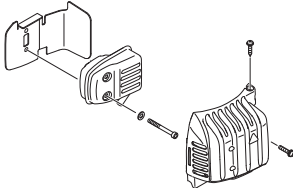

Fig. 17
**Limpeza del silenciador (Fig. 17)**